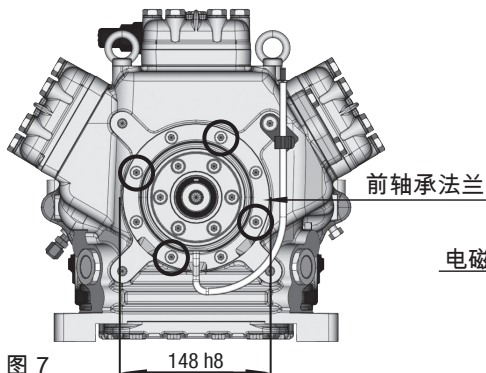

图 7
- 为了装配电磁离合器的线圈，压缩机的前轴承法兰有个滑动配合面 $\varnothing 148 \text{ h8}$ 。（如图 7 所示）。
- 安装电磁线圈时，先拧下轴承法兰上的 4 个内六角螺栓 M8。（如图 7 所示）。